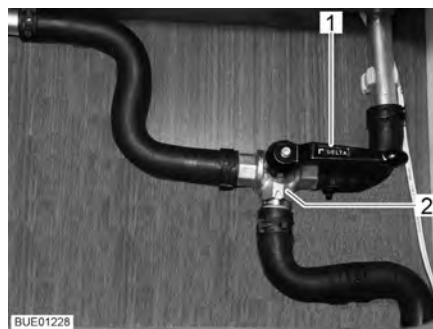

Fig. 133 Vanne à 3 voies
- Positionner le levier (Fig. 133,1) de la vanne à 3 voies (Fig. 133,2) parallèlement au sens du débit linéaire (Fig. 133).
- Positionner le levier (Fig. 133,1) de la vanne à 3 voies (Fig. 133,2) perpendiculairement au sens du débit linéaire.